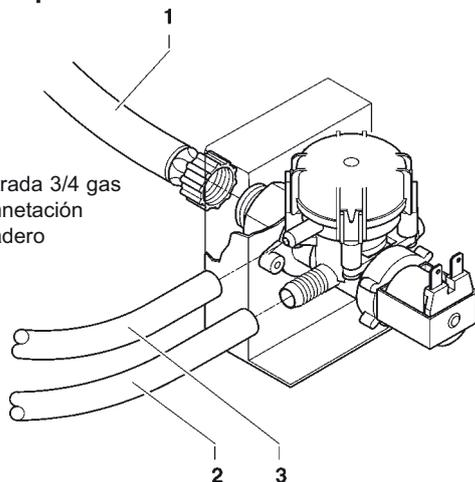

Fig. 16
Conectar, mediante un tubo que sea adecuado para soportar la presión de red y de tipo idóneo para alimentos (diámetro interior de 6 mm mínimo) la red hídrica a la unión 3/4" gas de la electroválvula de entrada del agua (ver fig. 16).
La electroválvula de entrada del agua (ver fig. 16) está provista de un dispositivo anti-inundación que bloquea mecánicamente la entrada del agua en caso de anomalía de la electroválvula misma o del mecanismo de control del nivel del agua en la caldera.
- aflojar la tuerca de sujeción del tubo de alimentación de la electroválvula para descargar la presión de red restante y luego sujetarla nuevamente (ver fig. 16);